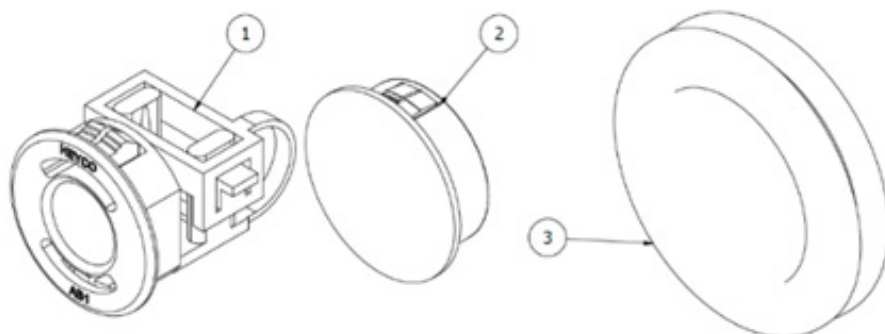

Figure 10 - Passe-fils et serre-câbles de la batterie de chauffage Flextherm Eco G2 E
- Retirez les œillets en caoutchouc respectifs (élément 3 - figure 10) dans le boîtier extérieur et coupez les centres (avec une croix) à l'aide d'un couteau. Remettre en place les œillets coupés. Ne pas couper les œillets en place, car cela pourrait endommager le VIP.
- (Se référer à la Figure 10) Déplacer les raccords de décharge de traction des câbles (1) du côté où vous souhaitez effectuer les entrées/sorties. Couvrez tous les autres trous de l'armoire avec les œilletons d'obturation fournis (2).